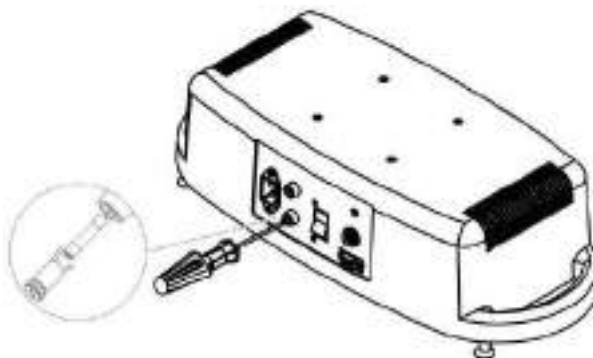

Figura 219 – Fusíveis – 2A Tipo F – 20 AG
- Insira uma chave de fenda no rasgo da porta fusível e gire para esquerda, até destravar a tampa, conforme figura 219.